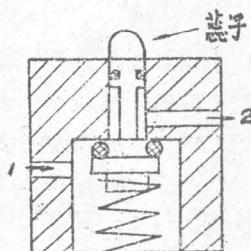

图 4-4
(2) 按钮式发信装置，如图 4-4 所示。其原理为：当气缸往复运动时，气缸活塞杆上凸起部分，如压着芯子时，气路 1 与 2 接通，信号有输出；如没有压着芯子，则气路 1 与 2 不通，信号无输出。